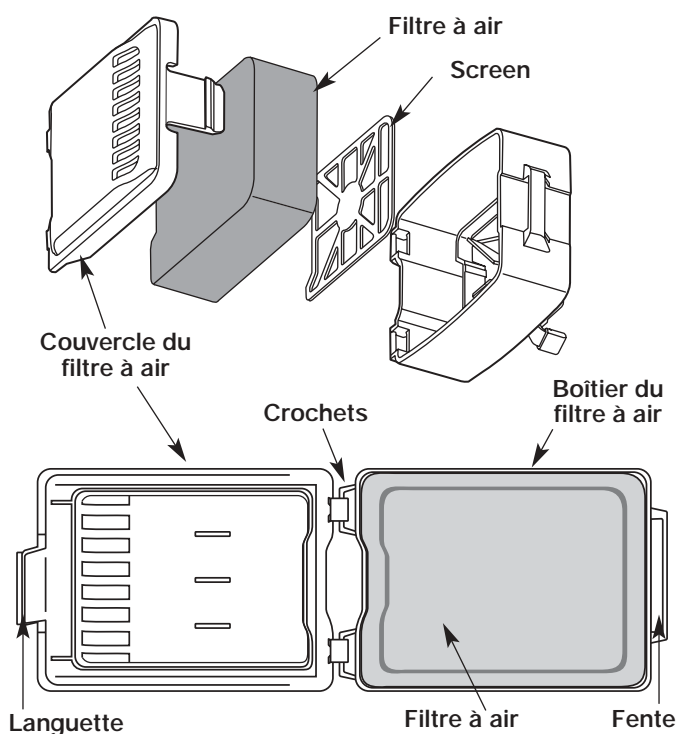

Fig. 20
1. Ouvrez le couvercle du filtre à air. Enfoncez la languette située à gauche du couvercle, tirez celui-ci vers vous pour le dégager du boîtier du filtre à air (Fig. 20).
2. Retirez le filtre à air et l'écran derrière lui (Fig. 20).
6. Remplacez le filtre et l'écran (Fig. 20).
8. Pivotez le couvercle vers la droite jusqu'à ce que la languette du couvercle du filtre s'enfonce d'un déclic dans la fente sur le côté droit du boîtier du filtre (Fig. 20).